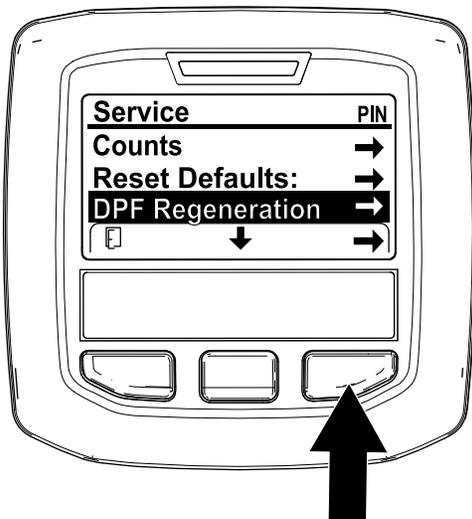

Figura 36
1. Aceda ao menu de manutenção, pressione o botão central para se deslocar para a opção REGENERAÇÃO DO DPF (Figura 36).
2. Pressione o botão direito para seleccionar a entrada Regeneração do filtro de partículas de gásóleo (Figura 36).